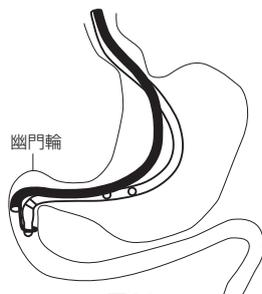

図21
3. スネアで本品をつかんだまま、幽門輪を通過させる(図21)。